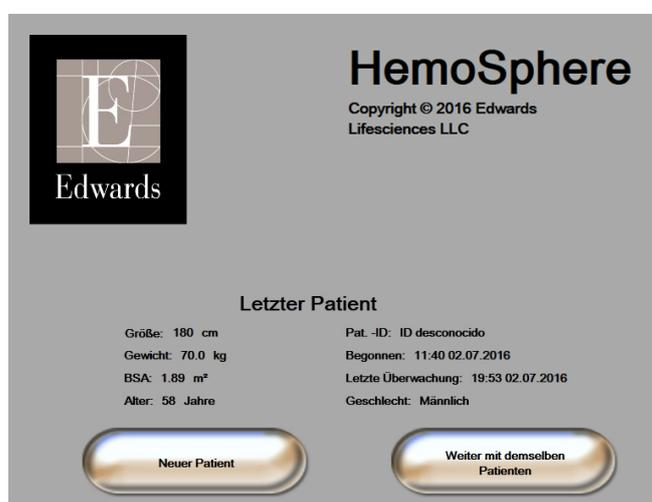

Abbildung 6-1 Bildschirm „Neuer Patient“ oder „Weiter mit demselben Patienten“
Nach dem Einschalten des Systems hat der Anwender die Möglichkeit, die Überwachung des letzten Patienten fortzusetzen oder die Überwachung eines neuen Patienten zu starten. Siehe Abbildung 6-1 unten.
- 1 Nach dem Einschalten des Monitors wird der Bildschirm „Neuer Patient oder weiter mit demselben Patienten“ angezeigt (Abbildung 6-1). Tippen Sie auf die Schaltfläche **Neuer Patient** und fahren Sie mit Schritt 6 fort.